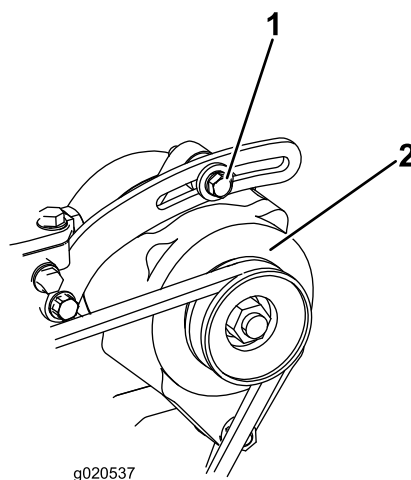

Bild 91
1. Lockern Sie bei einer Durchbiegung von mehr oder weniger als 10 mm die Befestigungsschrauben der Lichtmaschine (Bild 91).